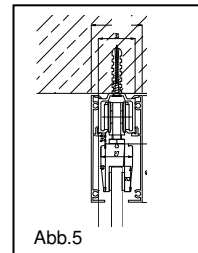
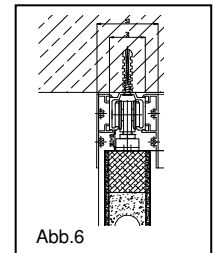

Abb.5
Abb.6
(1Stück)	Alu-Blende kurz (nur für Varianten gem. Abb.5 oder Abb.6)
16. Langes Aluminium-Blendenteil in der Laufschiene fest einrasten. Bei Abb.5 o. 6 ebenfalls das Kurze gegenüber.